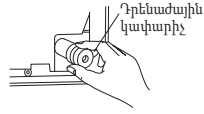

Fig. 1
- 1) Միմյա՛նց միացրեք սառնագենտի խողովակներն ու դրենաժային ձկափողը, այնուհետև ծայրից ամուր փաթաթեք թաղիքե մեկուսիչ ժապավենը (4): Թաղիքե մեկուսիչ ժապավենի (4) վրաբերուկի լայնությունը պետք է կազմի ժապավենի լայնության 1/3 մասը: Օգտագործե՛ք արտաքին սնեռակիչը թաղիքե մեկուսիչ ժապավենի ծայրում (4):
- 2) Դու՛ր քաշեք դրենաժային կափարիչը ներքին բլուկի ետնամասային աջ հատվածում: (Fig. 1)